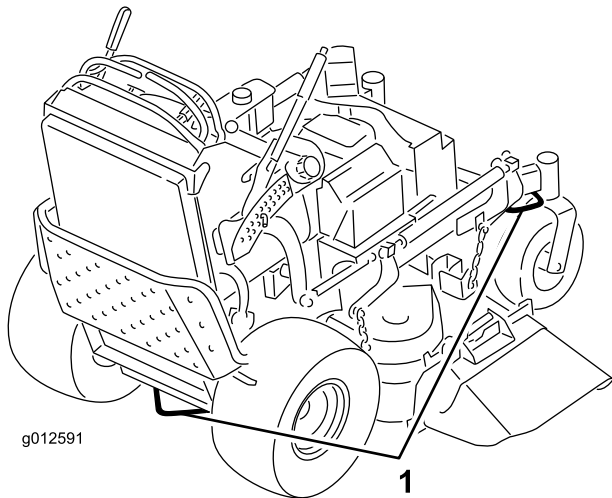

Figura 25
6. Utilice los bucles metálicos de amarre de la máquina para sujetar la máquina firmemente al remolque o al camión con correas, cadenas, cables o cuerdas (Figura 25).